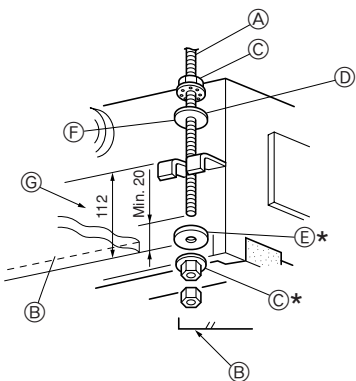
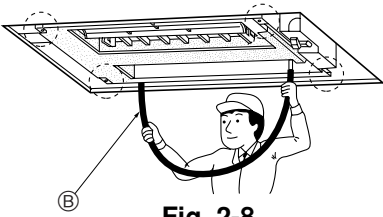

Fig. 2-7
Fig. 2-8
- 事先将垫圈② (提供的) 和螺母 (在当地购买的) 拧到挂环螺栓上。(Fig. 2-7)
- 按以下顺序完成此步骤 (从顶部开始): 螺母、绝缘垫圈 ②、非绝缘垫圈 ① 和两个螺母。
- 如图所示, 使绝缘面向下放置绝缘垫圈 ②。
- 将室内机组安装到位, 并使其正好与挂环螺栓对齐。将支架安装到已经事先安装的垫圈 ① 和垫圈 ② 之间, 并固定。在四个位置进行相同的步骤。
- B 垫圈①
- D 垫圈② (带绝缘片)
- E 垫圈②
- 使用酒精水准器或装有水的透明塑料管子检查四角是否处于水平位置。(Fig. 2-8)